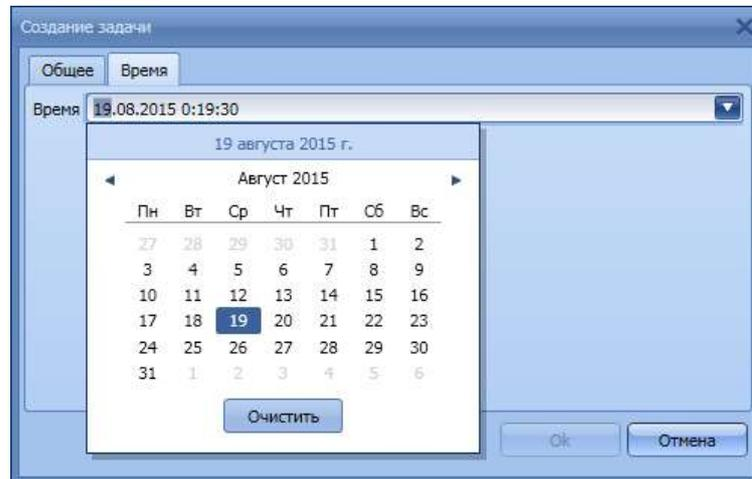

Рис. 5.49 Форма выбора начала временного отрезка для типа Времени старта С указанного момента времени
- **С указанного момента времени** – система получает все значения с указанного момента времени до текущего, пересчитывает их все, после пересчёта работает аналогично первому типу. При выборе данного типа, появляется дополнительная закладка для указания времени, начиная с которого система будет получать значения параметров, Рис. 5.49;